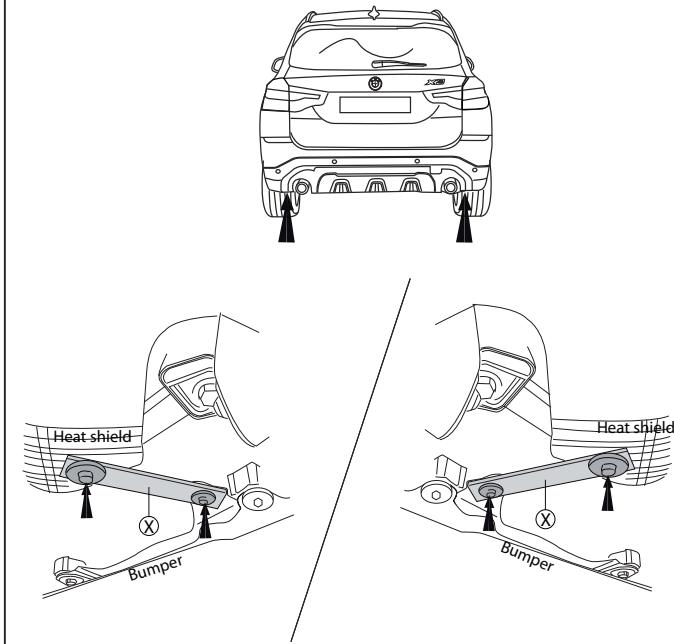

Fig.3
- Установить кронштейны бампера X. См. рисунок 3.